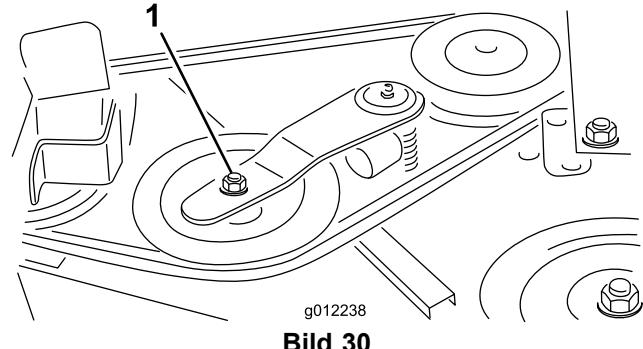
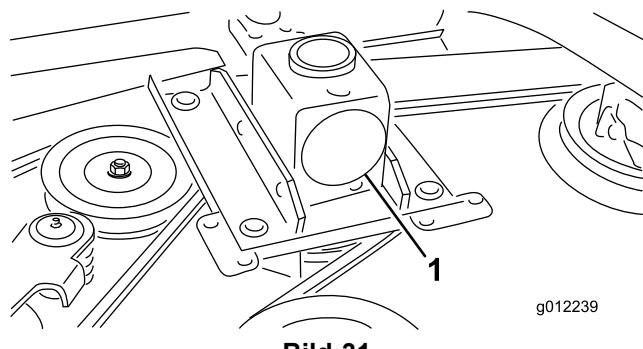

Bild 30
Bild 31
2. Schieben Sie die Spannscheibe mit einem Schraubenschlüssel oder einem ähnlichen Werkzeug (Bild 30) vom Treibriemen und lassen Sie den Riemen von der Getriebespansscheibe rutschen (Bild 31).